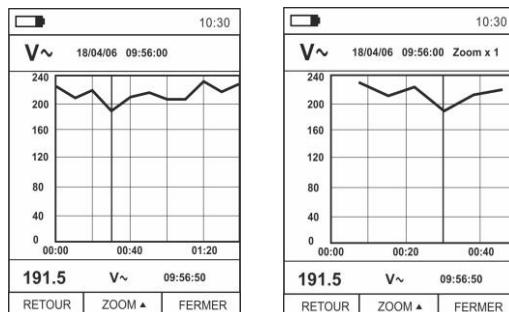

Fig.39: Data logger – Affichage du graphique d'enregistrement
17. Appuyer sur la touche **MODE (EVOLUT.)** pour afficher à l'écran le graphique de l'enregistrement et l'évolution correspondante dans le temps (Trend). La page-écran Fig. 39 – partie gauche s'affiche à l'écran:
19. Appuyer sur la touche **▲ (ZOOM)** pour activer (si disponible) le Zoom des valeurs sur le graphique (voir Fig. 39 – partie droite) dans le but d'augmenter la résolution. L'indication « Zoom xY » où Y = dimension max de zoom est présente dans la partie haute de l'écran. Il est possible d'effectuer un zoom X1 pour au moins 10 points de mesure, X2 pour au moins 20 points de mesure, X3 pour au moins 40 points de mesure et ainsi de suite pour un maximum de 6 opérations de zoom